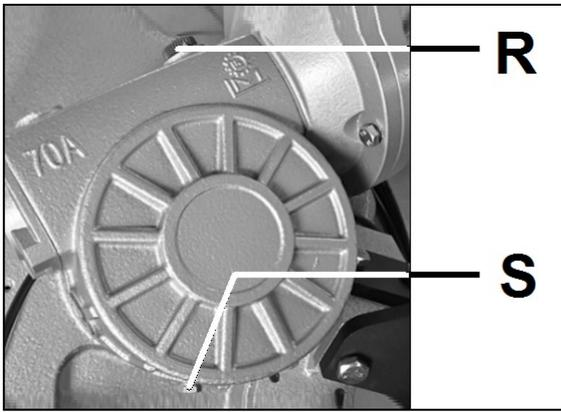

Abb. 9-1: Getriebe
- Den Ablassstopfen (S, Abb. 9-1) und die Einfüllschraube (R) entfernen.
- Den Ablassstopfen (S) wieder anbringen.
- Die Einfüllschraube (R) wieder anbringen.